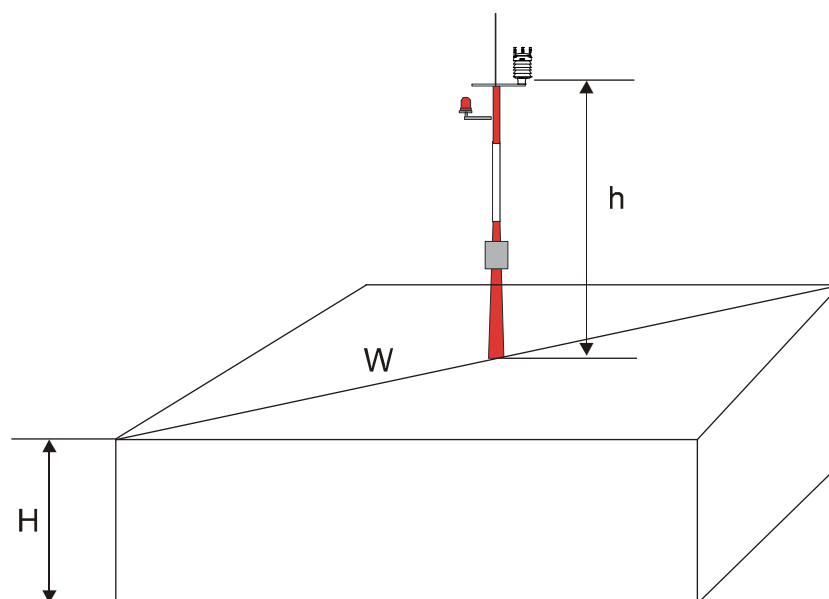

Figure 11 Longueur recommandée du mât au sommet d'un bâtiment
La longueur minimum recommandée (marquée de la lettre h à la Figure 11 à la page 35) pour le mât installé au sommet d'un bâtiment est 1,5 fois supérieure à la hauteur du bâtiment (H). Lorsque la diagonale (W) est inférieure à la hauteur (H), la longueur minimum du mât est 1,5 W .